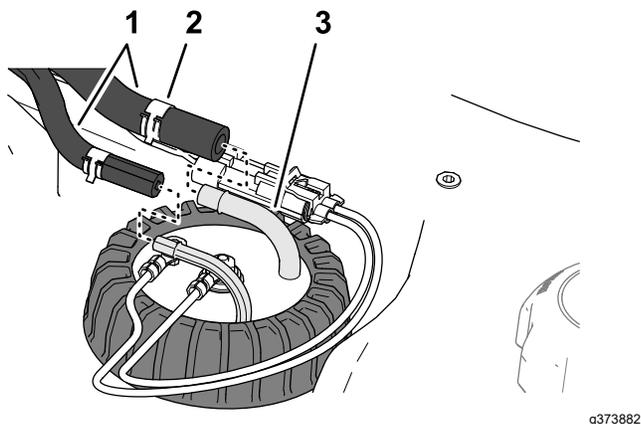

図 93
4. 燃料センダの機体内側にあるフィッティングにホースを固定しているクランプを外してフィッティングからホースを取り外す 図 93。